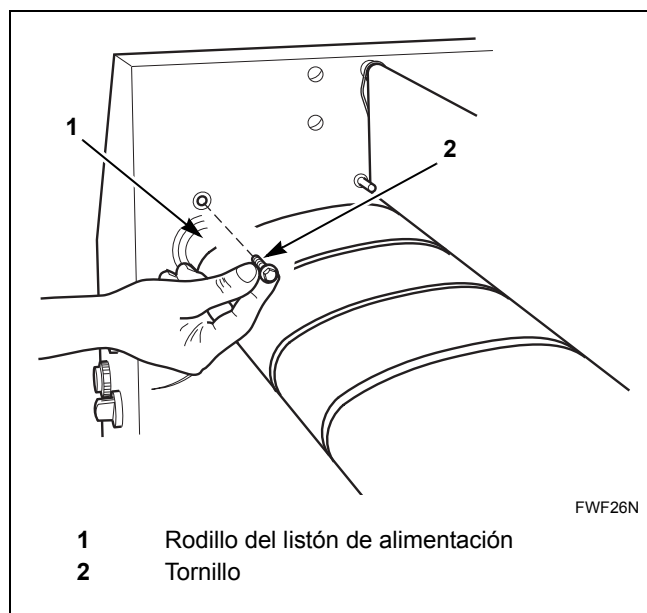

Figura 32
6. Desbloquee el rodillo del listón de alimentación en el lado izquierdo del panel interior al quitar los dos tornillos. Mantenga el rodillo en su lugar y revise la dirección en la cual está montada le cojinete. Consulte la *Figura 32*.